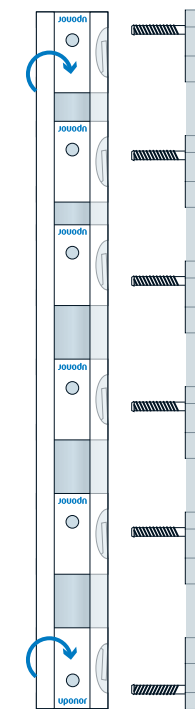

Figure 6 : Insérez les attaches de retenue
1. Insérez les attaches de retenue dans le rail. Assurez-vous que les attaches du haut et du bas sont inversées, afin que le boulon soit le plus proche possible du bord extérieur (voir **Figure 6**).